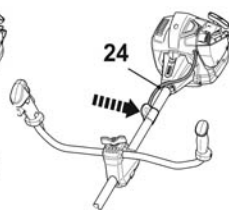

Fig. 3
- > Fije el cable de control [24] al soporte de suspensión (Fig. 3).